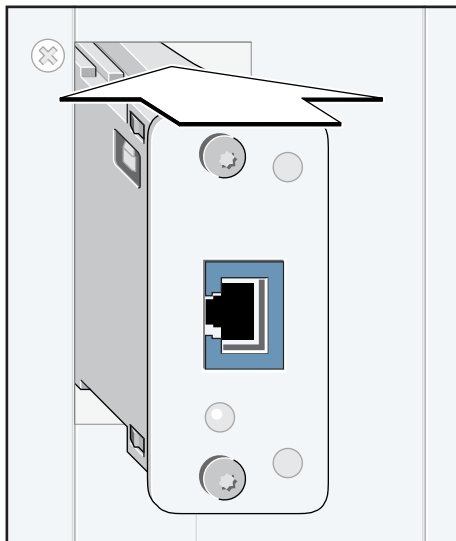

Fig. 2 : Exemple : enficher le module d'interface
2. Enfichez le module d'interface IMmtcp jusqu'en butée dans le logement de carte prévu à cet effet au niveau des composants système (exemple à la Fig. 2).